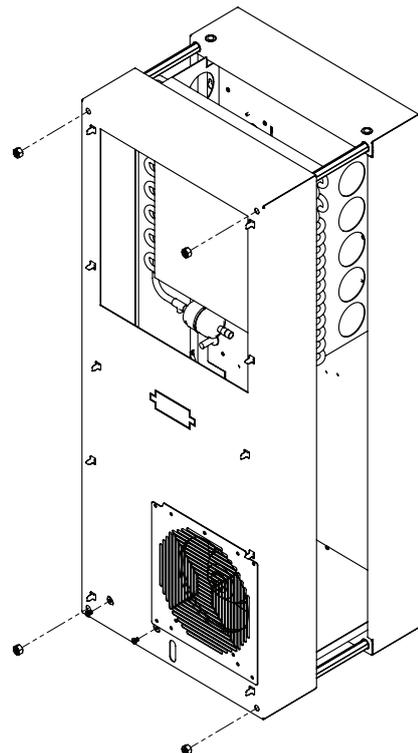

Abbildung 4
4. Entfernen Sie die vier Muttern an der Frontplatte und ziehen Sie die Platte ungefähr 5 cm heraus. Siehe Abbildung 4 auf Seite 13.